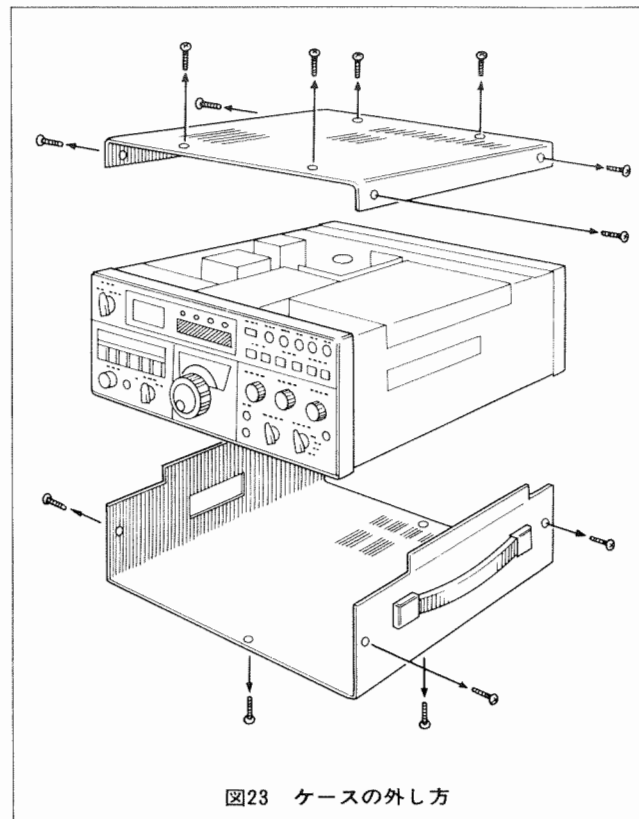

図23 ケースの外し方
①図23の通りセット底板をはずしてください。
②TS-180のセット底面にある I Fユニットをシールド板とともにはずし、ひき起します。
③セット側面についているダミープリント板をはずしてください。(ビス2本、ナット止め)
④同時に、ダミープリント板についているコネクター (2個) をはずします。